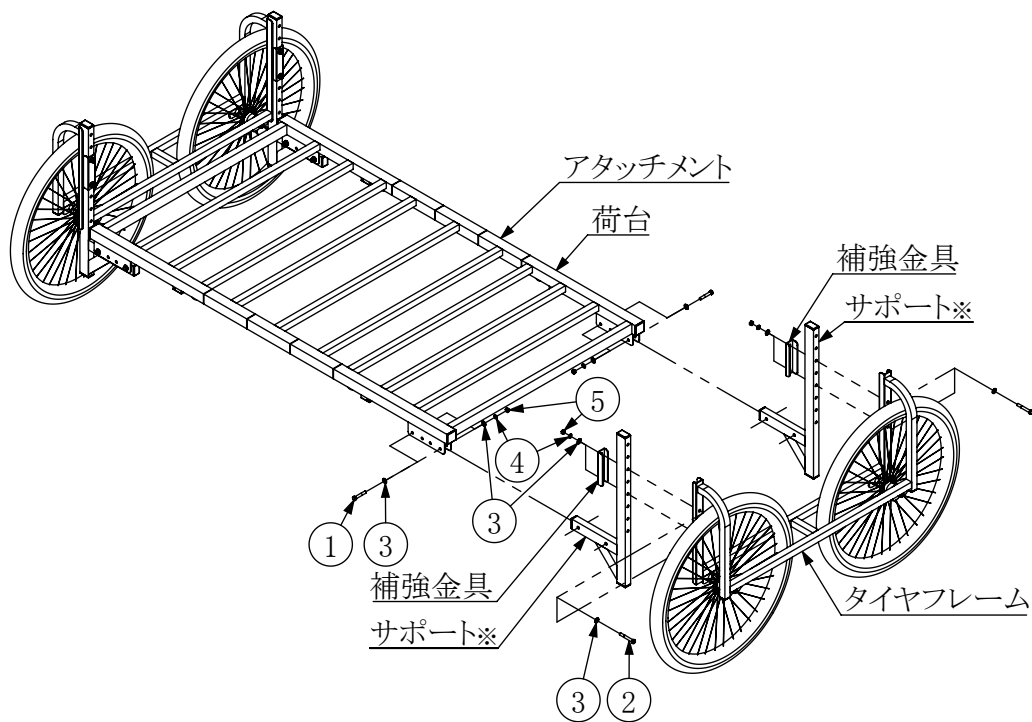
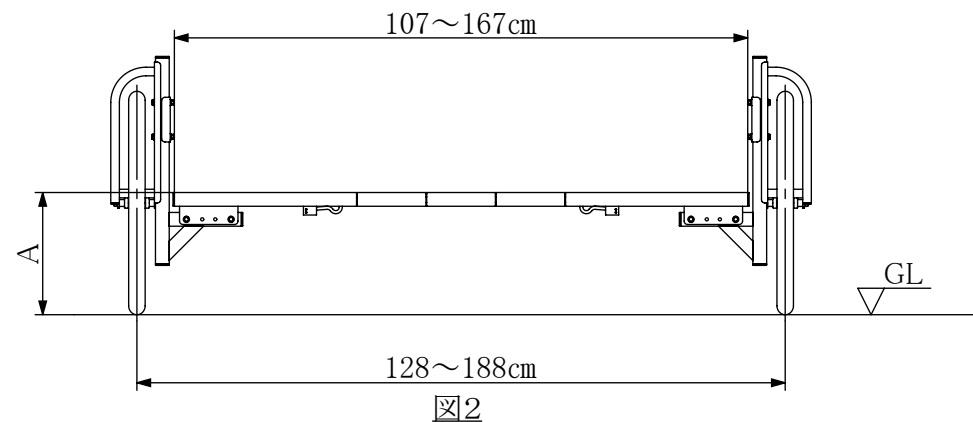

図1
図2
- ・図1（図はRA-200を表しています）を参考に組立済み楽太郎のサポートを低床用サポートに交換してください。
2. 低床用サポート※に前項で取り外したタイヤフレームをボルト類②③④⑤を使い取り付けます。
3. 楽太郎荷台に、低床用サポート※をボルト類①③④⑤で取付て完成です。
- 図2は低床部品取付済み楽太郎の寸法図です。“A”荷台高さはRA-100(N)で約20～45cm、RA-200(N)で約28～53cmです。